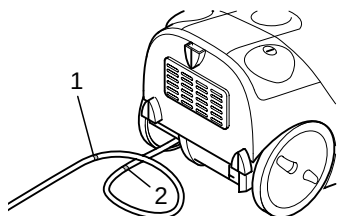

Abb. 7
2. Ziehen Sie das Kabel am Stecker bis zur gelben Markierung heraus (Abb. 7/1).
Falls die rote Markierung (Abb. 7/2) sichtbar ist, ziehen Sie das Kabel wieder soweit ein, bis diese nicht mehr zu sehen ist, Kapitel 3.2, „Ausschalten und Stromkabel aufrollen“. Ansonsten kann das Kabel abreißen. Es besteht die Gefahr eines elektrischen Schlages.